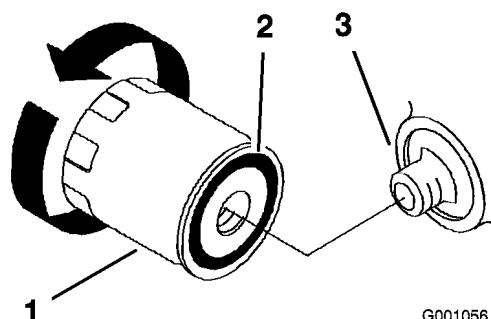

Figura 36
2. Retire el filtro usado y límpie con un paño la superficie de la junta del adaptador del filtro (Figura 36).
5. Aplique una capa fina de aceite nuevo a la junta de goma del filtro nuevo (Figura 36).
6. Instale el filtro de repuesto en el adaptador de filtro; gire el filtro en el sentido de las agujas del reloj hasta que la junta de goma entre en contacto con el adaptador del filtro, luego apriete el filtro de 2/3 a 1 vuelta más (Figura 36).